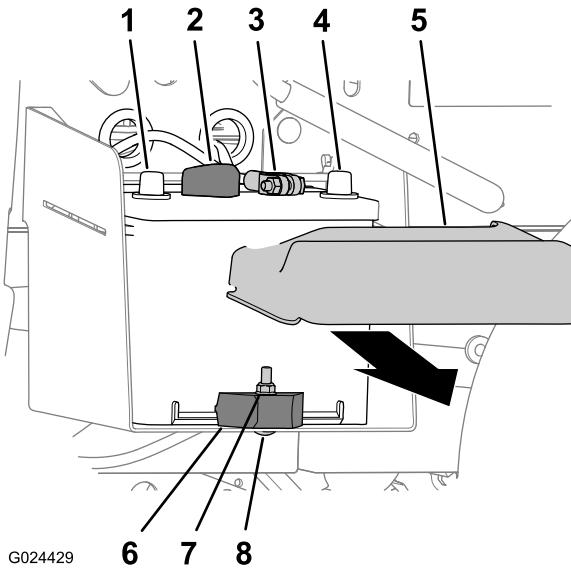

Figure 49
1. Appuyez de chaque côté du couvercle de la batterie et enlevez le couvercle en haut de la batterie (Figure 49).
2. Débranchez le câble négatif de la borne de la batterie (Figure 49).
3. Débranchez le câble positif de la borne de la batterie (Figure 49).
2. Retirez le contre-écrou, le boulon de carrosserie et la barrette qui fixent la batterie à son support (Figure 49).
3. Enlevez la batterie de son support (Figure 49).
1. Alignez la batterie sur son support sur la machine (Figure 49).
- Remarque:** Vérifiez que les bornes positive et négative de la batterie sont alignées comme montré à la Figure 49.
2. Fixez la batterie à son support au moyen de la barrette de maintien, du boulon de carrosserie et du contre-écrou (Figure 49).
1. Branchez le câble positif à la borne de la batterie (Figure 49).
2. Branchez le câble négatif à la borne de la batterie (Figure 49).
3. Reposez le couvercle au sommet de la batterie (Figure 49).